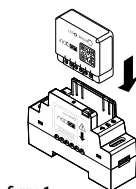

figura 1
- 3 Introduzca el módulo en la caja para carril DIN respetando el sentido de introducción del módulo; el terminal debe situarse a la izquierda (ver la figura 1). Compruebe que los terminales se hayan desenroscado correctamente y asegúrese de no doblar las clavijas situadas en el interior de la caja.